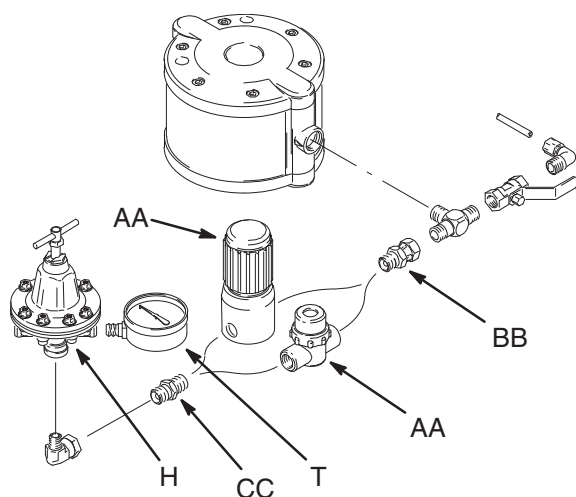

Fig. 2
Reportez-vous à la figure 2. Montez le filtre à produit entre la sortie produit de la pompe et le flexible produit du pistolet. S'il existe un régulateur de produit (H), il faut le tourner de sorte que le manomètre (T) nettoie le filtre.